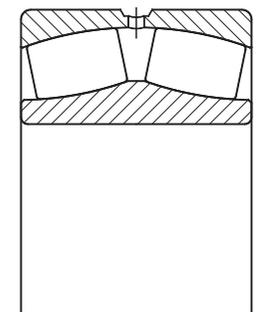

Abb. 2.10
**Pendelrollenlager** (Abb. 2.10) sind zweireihige Lager mit einer hohlkugelförmigen Laufbahn im Außenring. Die tonnenförmigen Rollen (Tonnenrollen) ermöglichen eine Selbsteinstellung des Lagers. Pendelrollenlager sind somit winkeleinstellbar und gleichen Fluchtungsfehler oder Wellendurchbiegungen sehr gut aus.